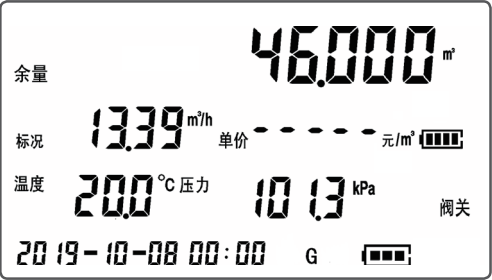

图 13
a. 未开户时，第一屏界面如图 13 所示，分别显示余量、标况流量、温度、压力、时间以及电池等信息。未开户“开户”不显示。